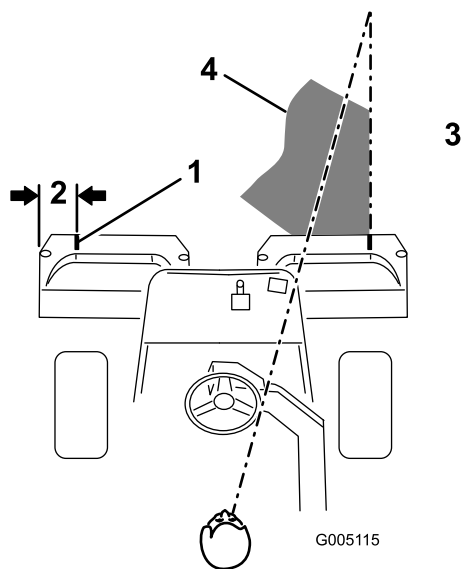
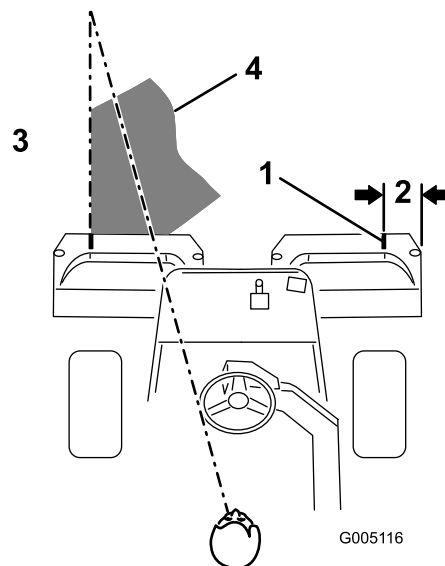

Figura 30
Figura 31
2. Coloque un trozo de cinta blanca o pinte una raya en cada recogedor, paralelo al borde exterior de cada uno (Figura 30).
3. Debe haber un solape mínimo con las pasadas anteriores. Para ayudar a mantener una línea recta a través del green y mantener la máquina a la misma distancia de la pasada anterior, establezca una línea imaginaria aproximadamente de 1,8 a 3 m por delante de la máquina hasta el extremo de la parte no segada del green (Figura 30 y Figura 31). Puede ser útil incluir el borde exterior del volante como parte de la línea imaginaria, es decir, mantener el borde del volante alineado con un punto que se mantiene siempre a la misma distancia de la parte delantera de la máquina (Figura 30 y Figura 31).